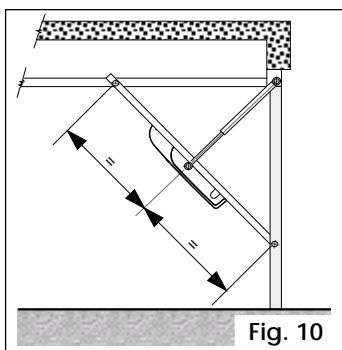

Fig. 10
• portes basculantes avec rails horizontaux (Fig. 10)